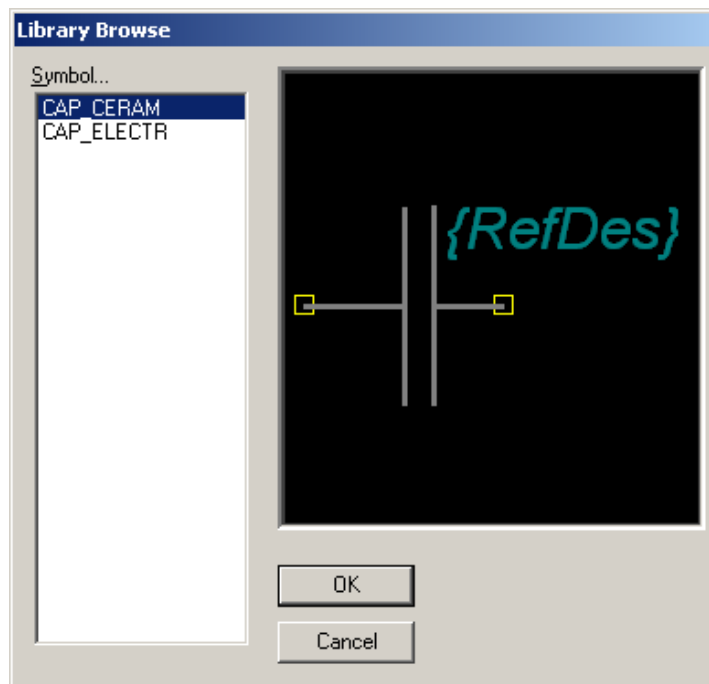

Рис. 11 Выбор символа керамического конденсатора
- 4.5 Выберите символ компонента **CAP_CERAM** (рис. 11).